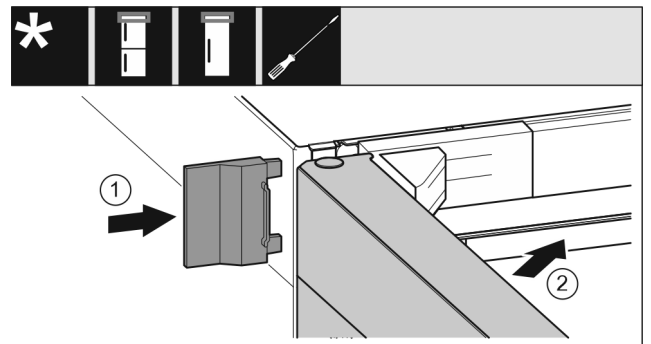

Fig. 29
- ▶ Насуньте зовнішню кришку Fig. 29 (1).
- ▶ Закрийте верхні дверцята Fig. 29 (2).